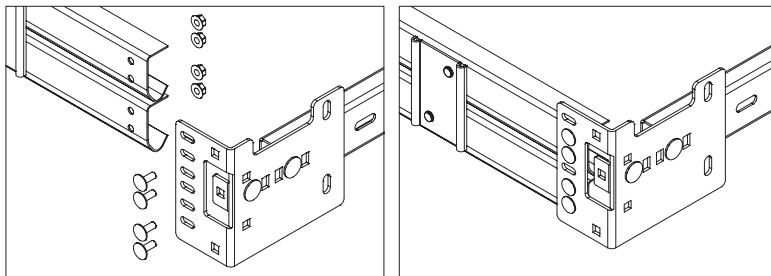

Рис. 14.2
- установить снаружи четыре болта M6×16 с полукруглой головкой в отверстия суппортов и горизонтальных направляющих (рис. 14.2);